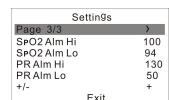

Figure 3.4.3
3.5.2 Settings in Figure 3.4.3